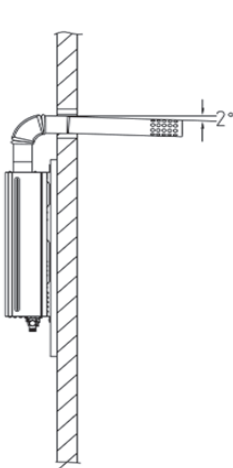
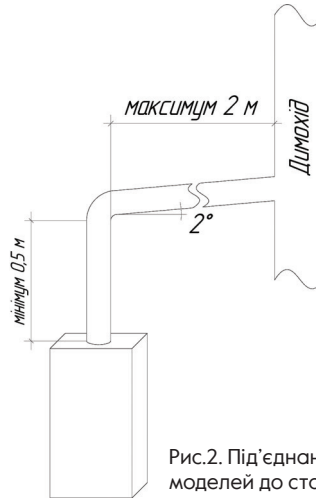

Рис.1. Встановлення коаксіального димоходу для турбованих моделей
Рис.2. Під'єднання димохідних моделей до стаціонарних димоходів.
- ⊕ Під'єднати водонагрівач до стаціонарного димоходу (JSD20-IOCR, JSD20-IOQB, JSD20-IOCL, JSD20-IOGA, JSD20-IOGC, JSD20-IOGD, JSD20-IOGE, JSD20-ION-QB) (див Рис.1., Рис.2.).